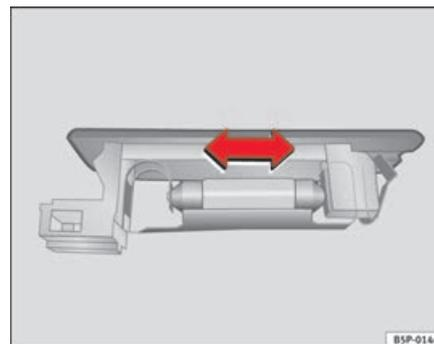

Abb. 200 Gepäckraumbeleuchtung
- Die Lampe zur Seite drücken und aus ihrer Halterung herausnehmen ⇒ Seite 270, Abb. 200. ■